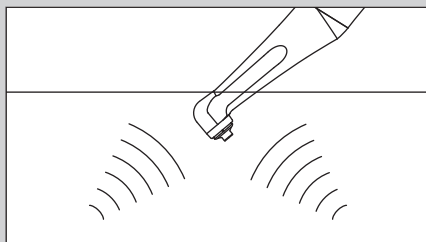

図 8
- ・ コントラアングルヘッドの回転軸のネジ部にペースト等が入り込んでしまった場合は、ヘッド先端部のみを超音波洗浄器にて洗浄することをお奨めします。洗浄後は必ず注油してください。(図8)